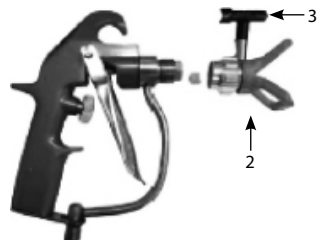

Рис. 3
2. Подсоедините другой конец шланга к пистолету через шланг 1/4". Снимите соплодержатель «2» и сопло «3». (Рис. 3)